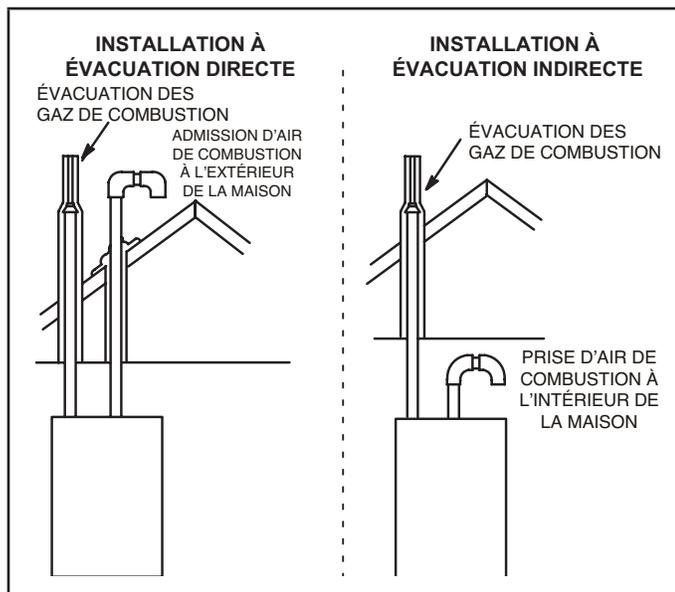
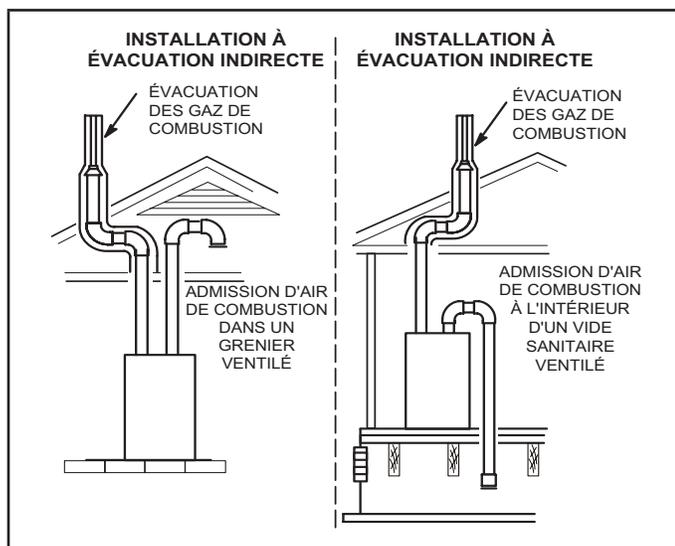

FIGURE 1
FIGURE 2
*REMARQUE - En évacuation directe, l'air de combustion est prélevé à l'extérieur et les gaz de combustion sont évacués à l'extérieur. En évacuation indirecte, l'air de combustion est prélevé à l'intérieur, dans un comble ventilé ou un vide sanitaire, et les gaz de combustion sont évacués à l'extérieur. Reportez-vous à la FIGURE 1 et à la FIGURE 2 pour les installations à terminaison sur toit.*